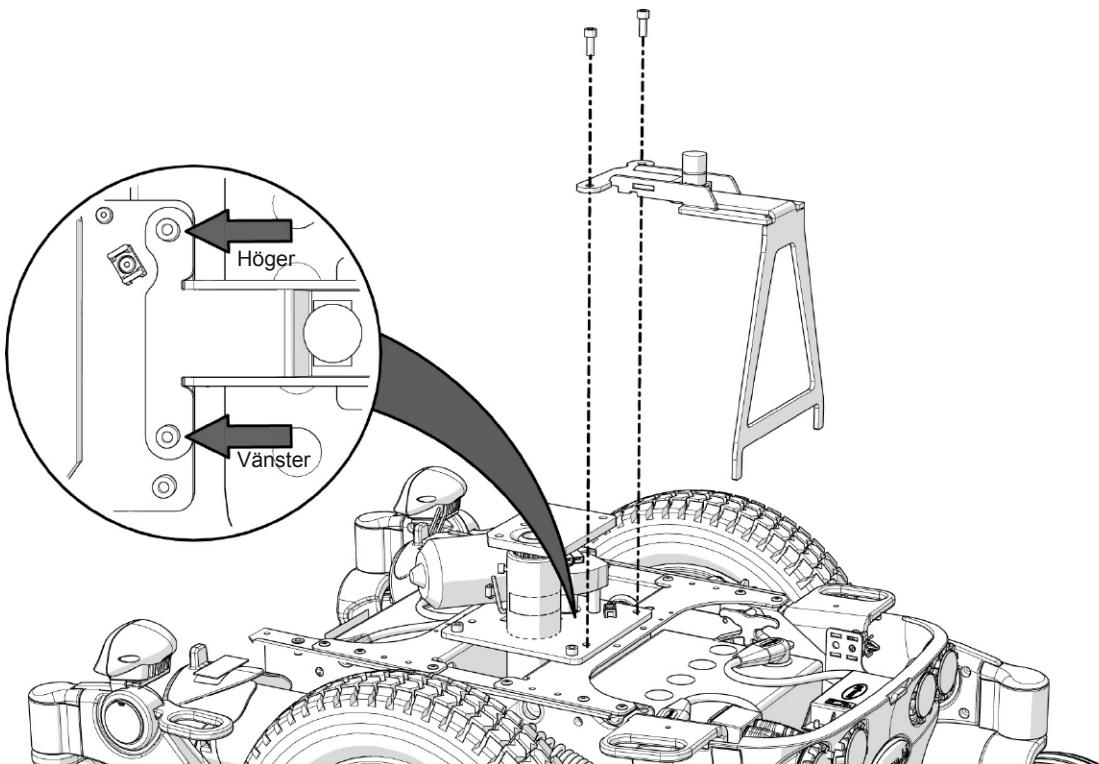

Bild 2. Seatsupport is mounted with two screws.
6. Placera sitsstödet i chassit och montera med de två skruvorna, se bild 2.